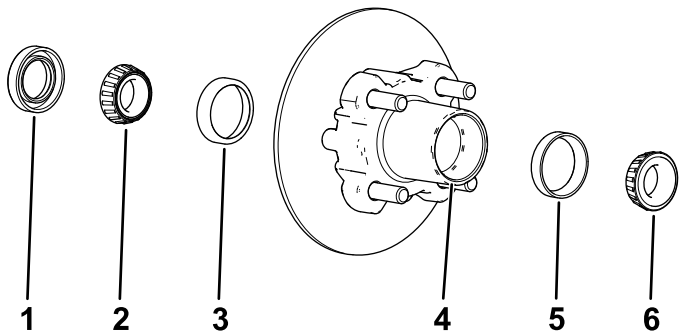

Figura 34
1. Retire el cojinete exterior y el anillo de rodadura del cubo (Figura 34).
2. Retire la junta y el cojinete interior del cubo (Figura 34).
5. Limpie el hueco del cubo para eliminar cualquier resto de grasa, suciedad y residuos (Figura 34).
7. Llène el hueco del cubo hasta un 50-80% de su capacidad con grasa del tipo especificado (Figura 34).
8. Monte el cojinete interior sobre el anillo en el lado interior del cubo e instale la junta (Figura 34).